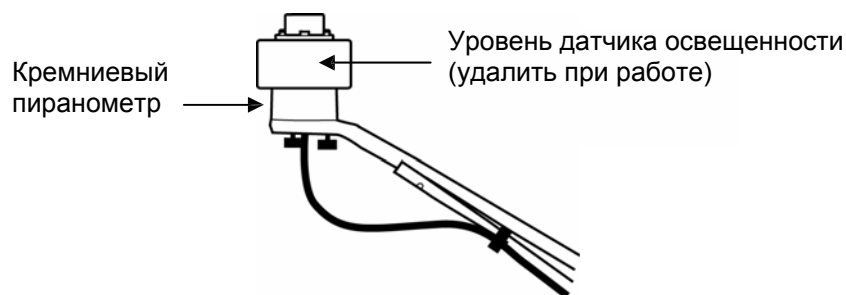

Рис. 2. Выравнивание датчика на кронштейне
10. Проверьте уровень датчика и, в случае необходимости, повторите описанные выше шаги (см. рис. 2)